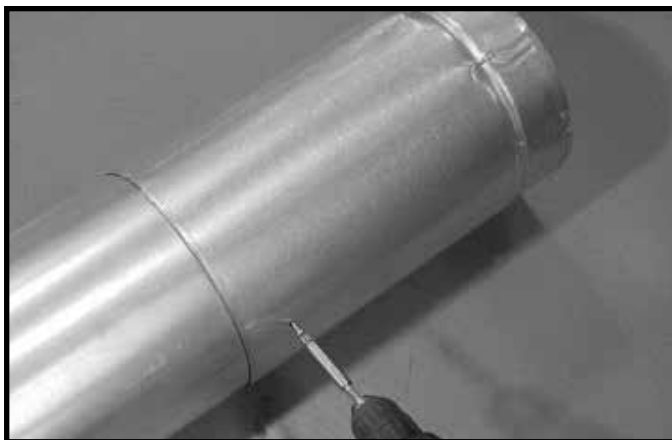

Figure 10.4 Vis sur la section coulissante
- Fixez les tuyaux et les sections coulissantes avec deux vis d'au plus 13 mm (1/2 po) en utilisant les trous de guidage de la section coulissante. Voir la figure 10.4.